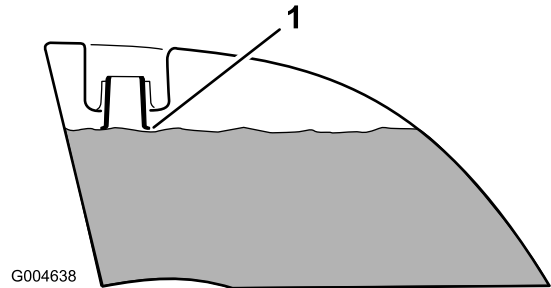

Figura 10
4. Adicione gasolina a ambos os depósitos de combustível até que o nível se encontre nivelado com o fundo do tubo de enchimento (Figura 10). Não encha demasiado os depósitos de combustível.